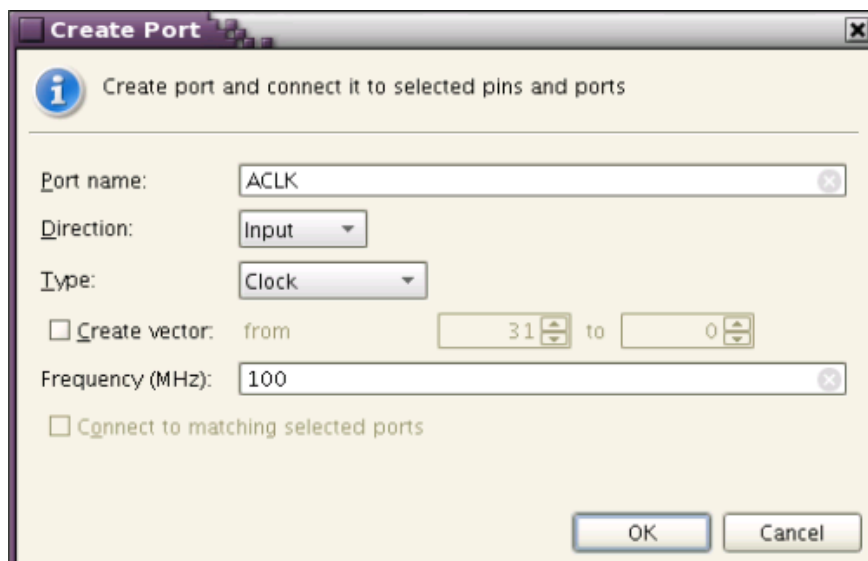

図 34 : [Create Port] : ACLK ポートの追加
7. [Create Port] ビューに次のように入力し、[OK] をクリックします (図 34)。